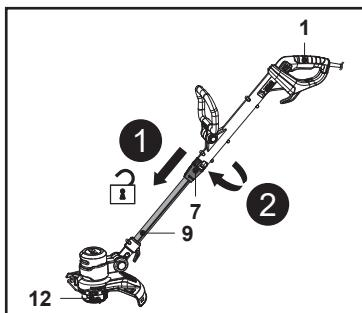

Rys. 5
1. Poluzować tuleję blokującą (8), obracając ją w prawo (rys. 5, krok 1).
2. Wyciągnąć dolną część wysięgnika (9) lub ścisnąć ją, aby uzyskać żądaną długość (rys. 5, krok 2).
3. Dokręcić tuleję blokującą (8) w lewo (rys. 5, krok 3).